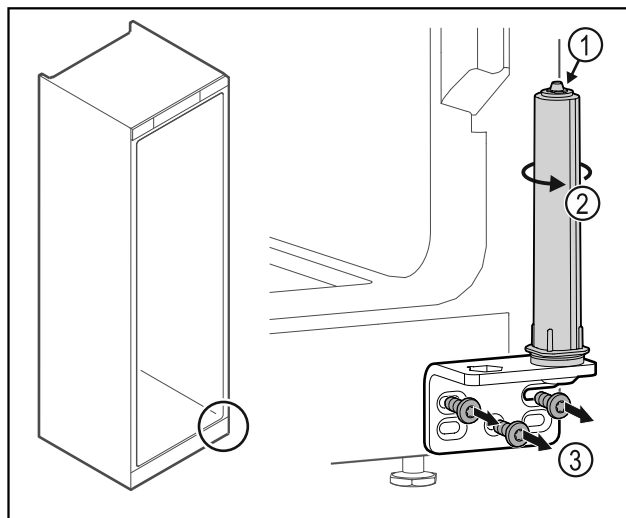

Fig. 25
- Ne pas désassembler le système de fermeture de la porte Fig. 25 (1).
- Tourner le système de fermeture Fig. 25 (2) jusqu'à entendre un clic.
- Dévisser l'équerre de charnière Fig. 25 (3).